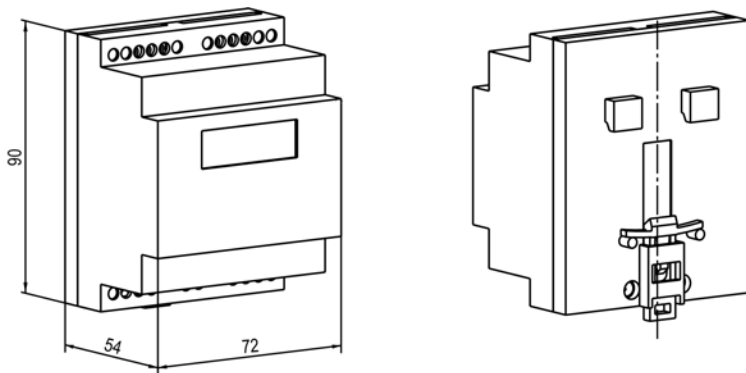

Рисунок 4.8 – Габаритные размеры корпуса Д
1. Подготовить место на DIN-рейке для установки прибора (см. рисунок 4.8).